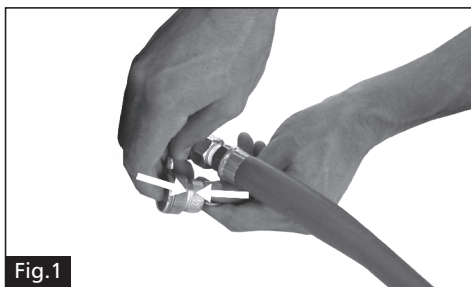

Fig.1
**Achtung:** Um eine Ölverschmutzung des Systems zu vermeiden, schmutzfreien Staubschutzkappen schließen (Fig.1)